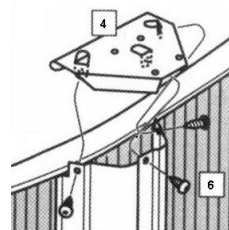

fig. 15
Ponga una placa superior T2 (4) encima del borde superior de la pared de la piscina y sobre el perfil vertical (VER), con las lengüetas en el interior del perfil, fig. 15.
Alinee los orificios para colocar los tornillos TO2 (6), fig. 15, en los tres agujeros del perfil vertical, asegurándose que se fijen en los agujeros de las lengüetas de la placa T2 (6).